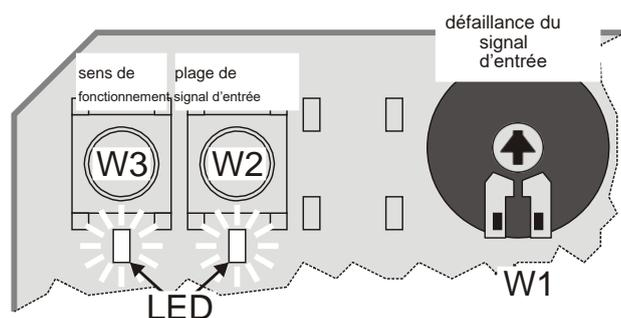

Fig. 1. Boutons poussoirs et potentiomètres (préréglages)
*** Préréglage usine ; peut être inversé au moyen d'une pression sur le bouton (W3) située sur le circuit imprimé (cf. Fig. 1).
Pour inverser le sens de fonctionnement, appuyez sur le bouton-poussoir de gauche (W3) sur la carte électronique (cf. Fig. 1). Si la LED correspondante est allumée, cela signifie que la tige de l'actionneur se rétractera sur réception d'un signal de commande de 0(2) VCC (préréglage usine) ; si le voyant est éteint, la tige s'allongera sur réception du signal.
Il est possible de modifier la plage du signal d'entrée Y en enfonçant le bouton de droite (W2) sur la carte électronique (cf. Fig. 1). Si la LED correspondante est allumée, l'actionneur est réglé sur le mode de fonctionnement 0...10 V (préréglage usine) ; si elle est éteinte, le mode réglé est 2...10 V.
Le potentiomètre W1 situé sur la carte électronique (cf. Fig. 1) sert à régler l'actionneur pour qu'il se déplace vers n'importe quelle position préréglée entre 0 et 100 % si le signal d'entrée disparaît (à cause p. ex. d'un câble coupé) ou dépasse 12,5 V. En préréglage usine, la tige de l'actionneur se situe en position centrale.